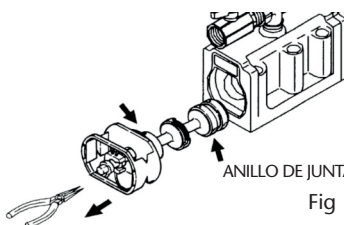

Fig 7.3
- Extraiga el conjunto de la válvula de carrete y quite el anillo de junta del conjunto de la válvula de carrete (fig. 7.3).